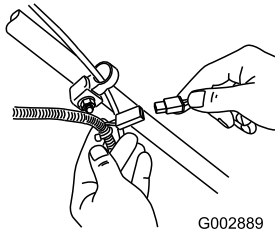

Bild 28
1. Schließen Sie das Ladegerät an den Kabelbaum an, der sich unter dem Zündschloss befindet (Bild 28).